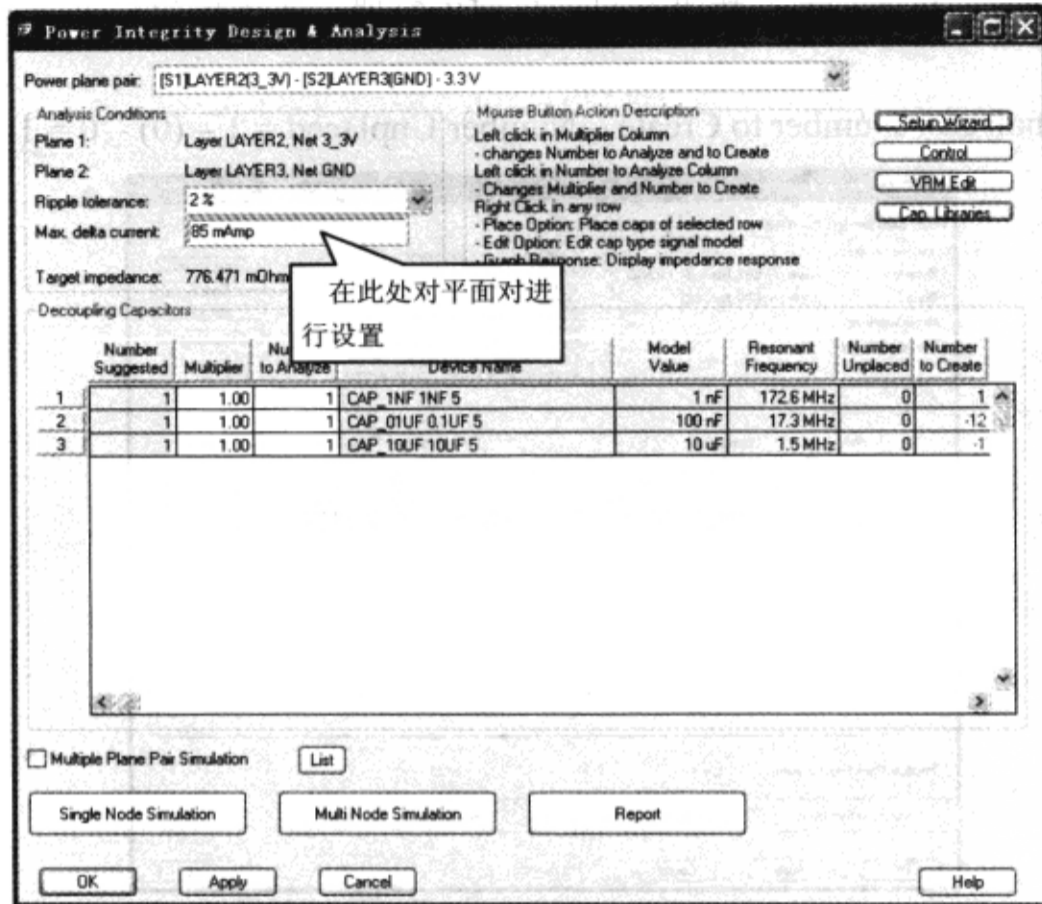

图 10-7-86 设置平面对
(2) 设置平面对的目标阻抗: 在“Power Integrity Design & Analysis”对话框“Analysis Conditions”区域“Ripple tolerance”栏中选择“2%”; 在“Max delta current”栏中选择“85 mAmp”, 此时“Analysis Conditions”区域显示的目标阻抗为 776.471mΩ, 如图 10-7-86 所示。